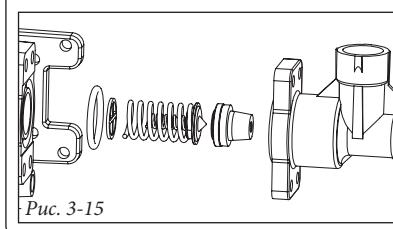
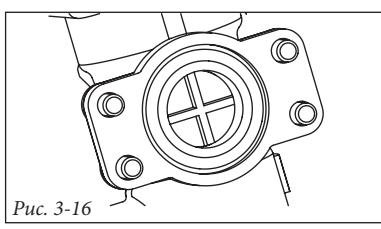

Рис. 3-15
Рис. 3-16
- вставьте клапан и большую пружину, обращая внимание на направление (Рис. 3-15), и убедитесь, что перфорированный диск направляющей пружины расположен правильно (Рис. 3-16).